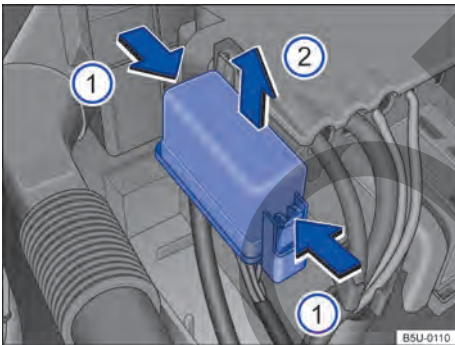

Fig. 156 En el compartimento del motor: cobertura de la caja de fusibles.
- Presionar las trabas en el sentido de la flecha → fig. 156 ⓘ, para desbloquear la cubierta de la caja de fusibles.